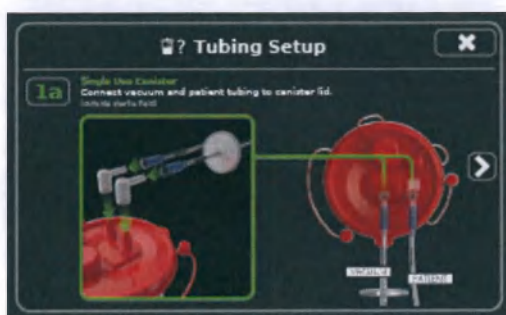

Рисунок 43 — Экран установки трубок
3. Коснитесь кнопки «ДАЛЕЕ» или «НАЗАД» для навигации по информации об установке (рисунок 43).